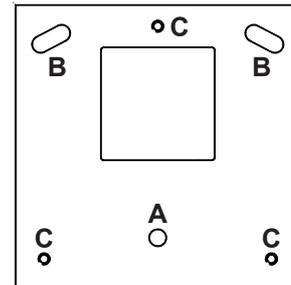

Bild 5
3.4 Setzen Sie das Gehäuse des Lichtvorhangs in die Basishalterung und schrauben Sie die Halteplatte fest. Nun positionieren Sie den Lichtvorhang in der notwendigen Höhe indem Sie die Schrauben der Halteplatten etwas lösen und das Gehäuse entsprechend der Anforderung nach oben oder unten schieben (siehe Bild 5).